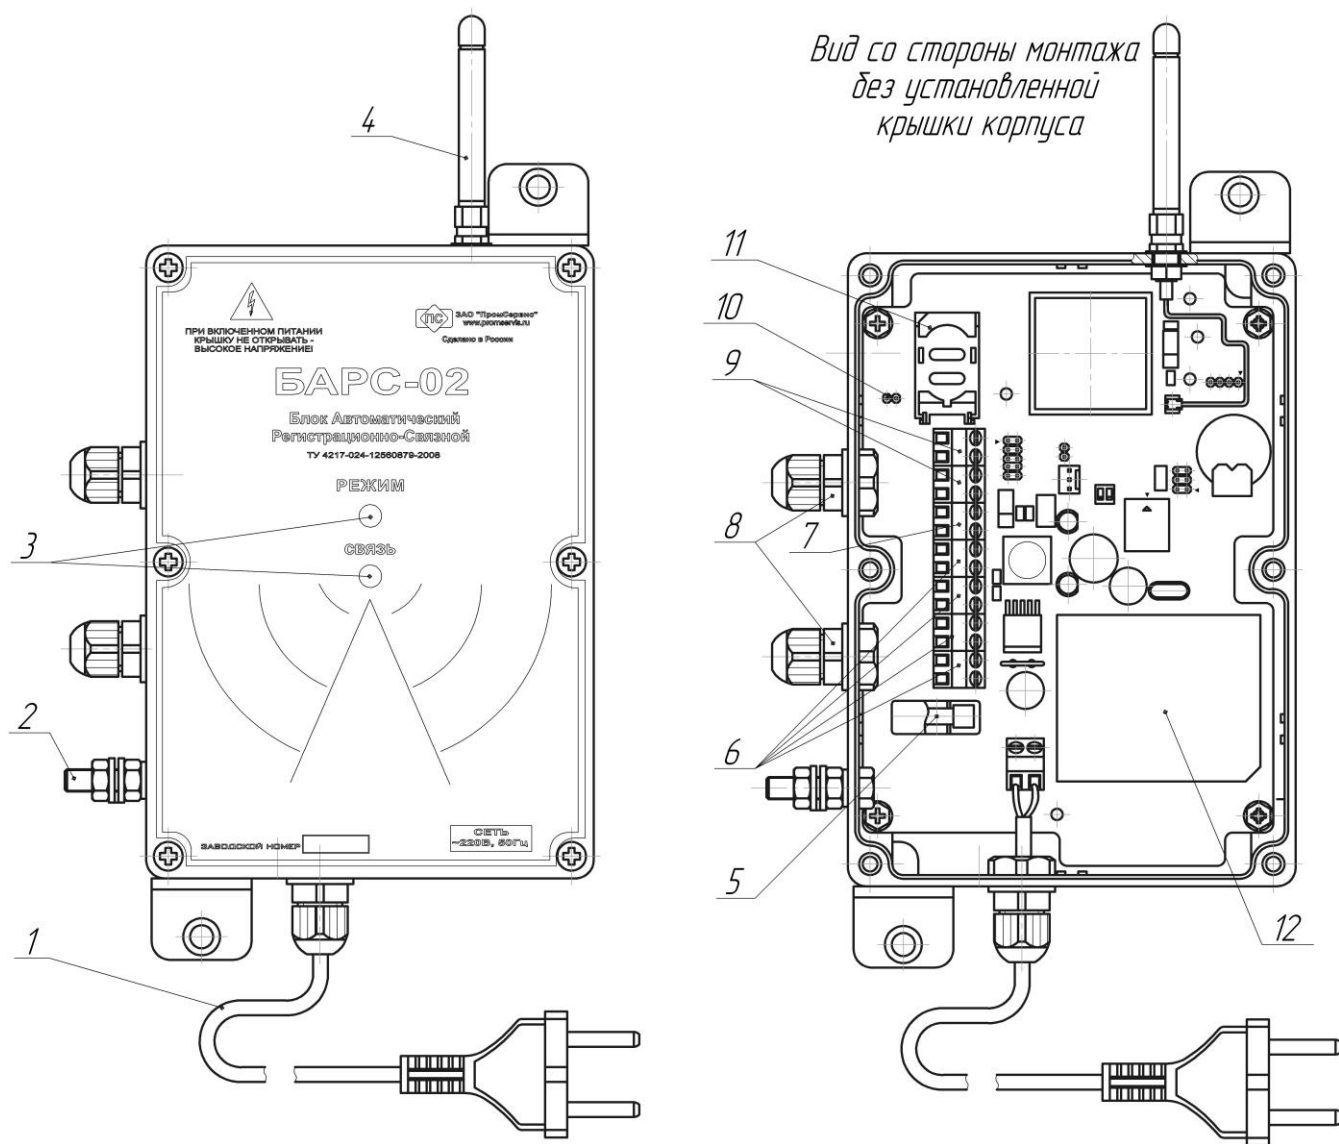

Рисунок 1 – Расположение основных элементов **БАРС-02-P1M**.
6.3 Подключить к соответствующим используемому интерфейсу (RS-232 или RS-485) контактам клеммного блока (9,7) (см. рисунок 1,2) соединительный кабель от прибора учёта.
6.4 При необходимости к контактам клеммных блоков (6) (см. рисунок 1,2) подключить охранно-пожарные дискретные датчики, учитывая схему входных каскадов, представленную в приложении В.
6.5 Обжать соединительные кабели гайками герметичных кабельных вводов (2) (см. рисунок 1,2), расположенных на боковой стенке блока.